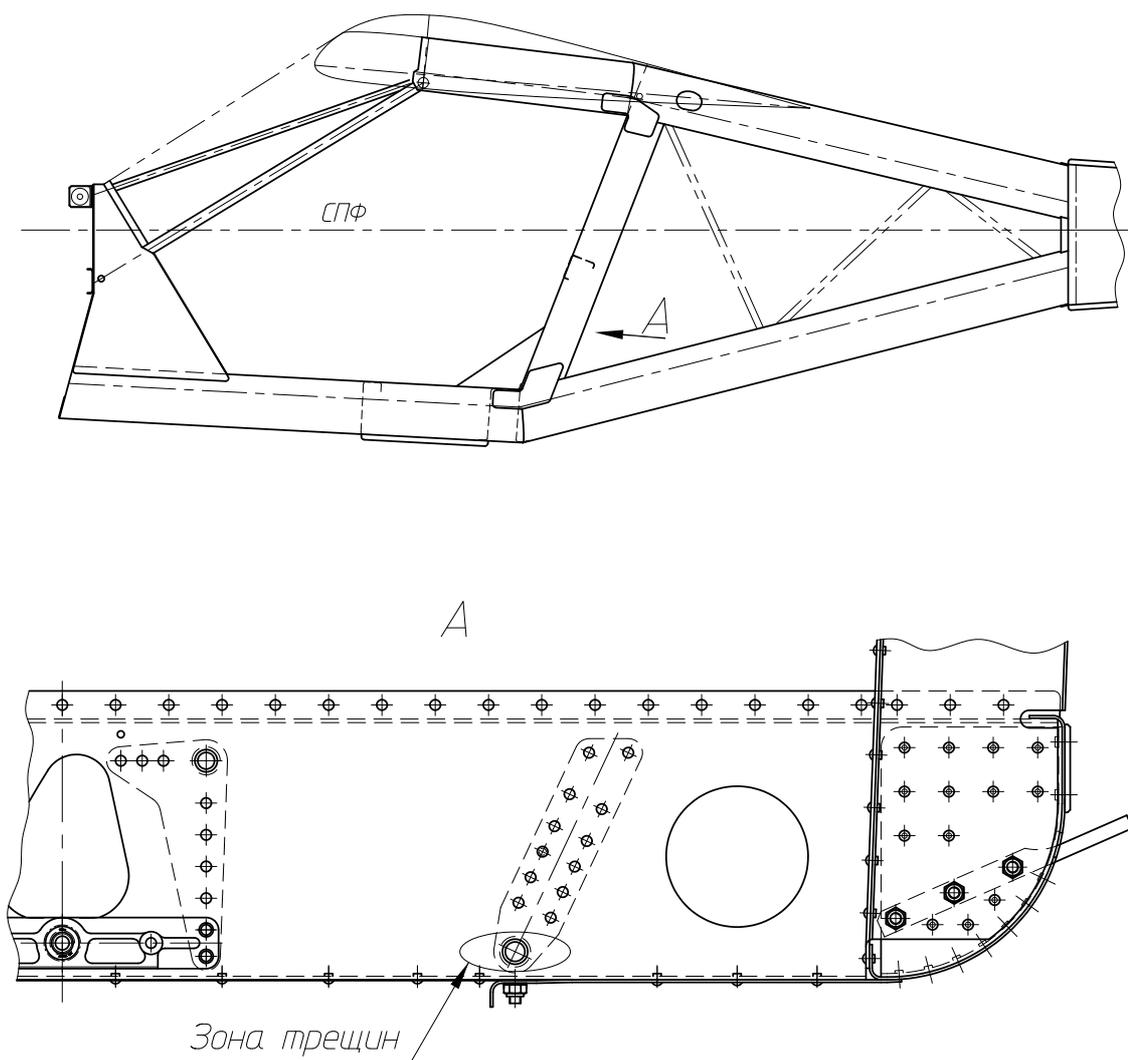

рис. 1
1. Осмотреть балку самолёта в указанной зоне на наличие трещин (см. рис. 1).
1. При обнаружении трещин в балке (см. рис. 1), необходимо концы трещин засверлить сверлом Ø3.1, снять заусеницы и покрыть грунтом.